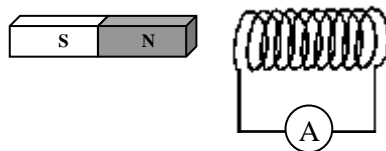

Figure 5. 3: Production et mesure de tensions induites
- Réaliser le montage de la Figure 5. 4.